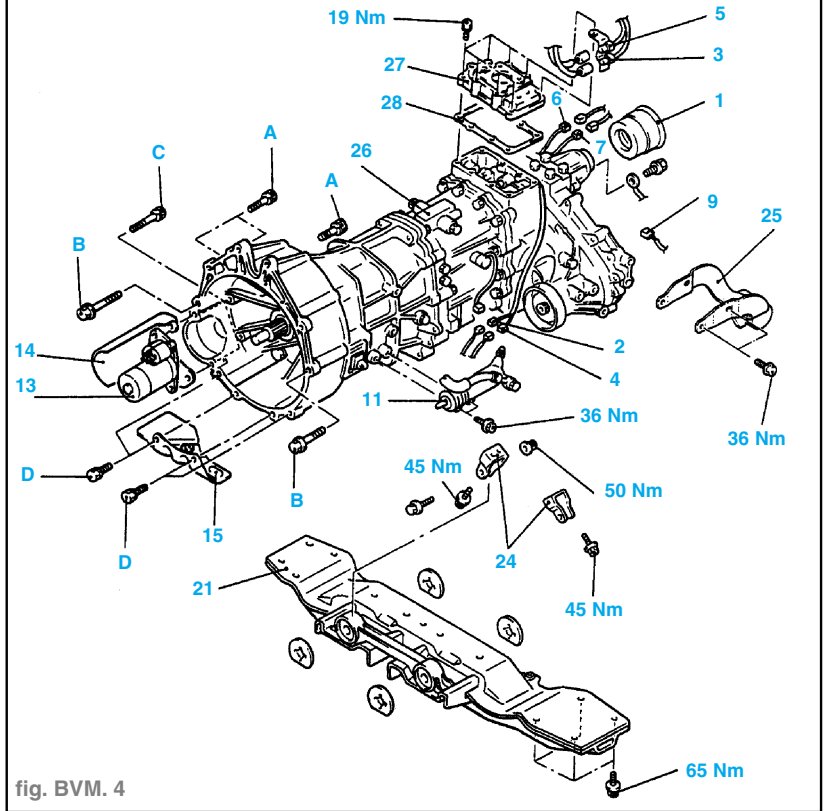

fig. BVM. 4
- Procéder à la dépose dans l'ordre suivant (fig. BVM. 4) :